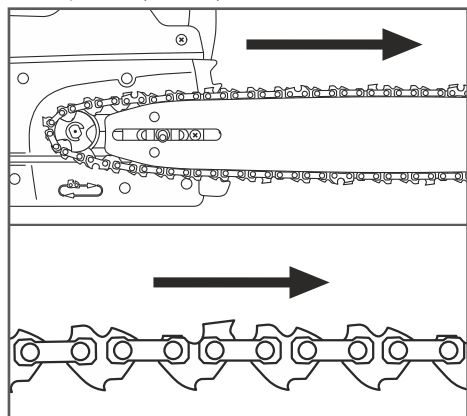

Рис. 5 Установка цепи
- Установите ведущие звенья пильной цепи в пазы звездочки и направляющей шины. При установке цепи следите за тем, чтобы режущая кромка зуба была расположена вперед по ходу движения цепи, т.е. по часовой стрелке (Рис. 5).